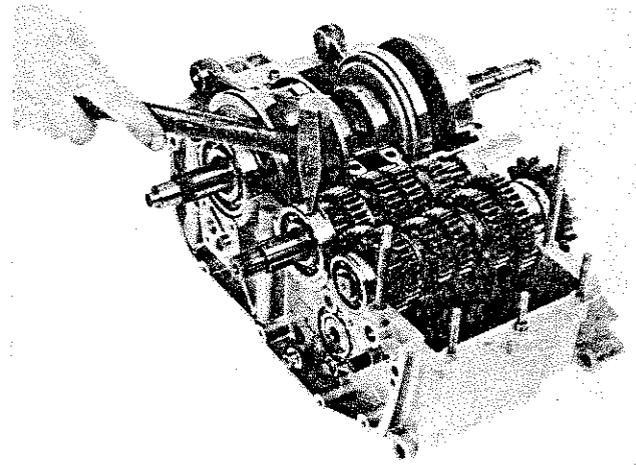

Fig. 140
5) Battere leggermente sui cuscinetti dei tre alberi per assestarli prima di collocare il carter superiore ed accertarsi anche che i semi-anelli di fissaggio dei cuscinetti non sporgano oltre il rasamento di unione del carter (Fig. 140).
5) Tap lightly the three shafts bearings to ensure correct location before refitting the upper case, and make certain also that the half clips that secure the bearings do not protrude from the crankcase mating surface (Fig. 140).